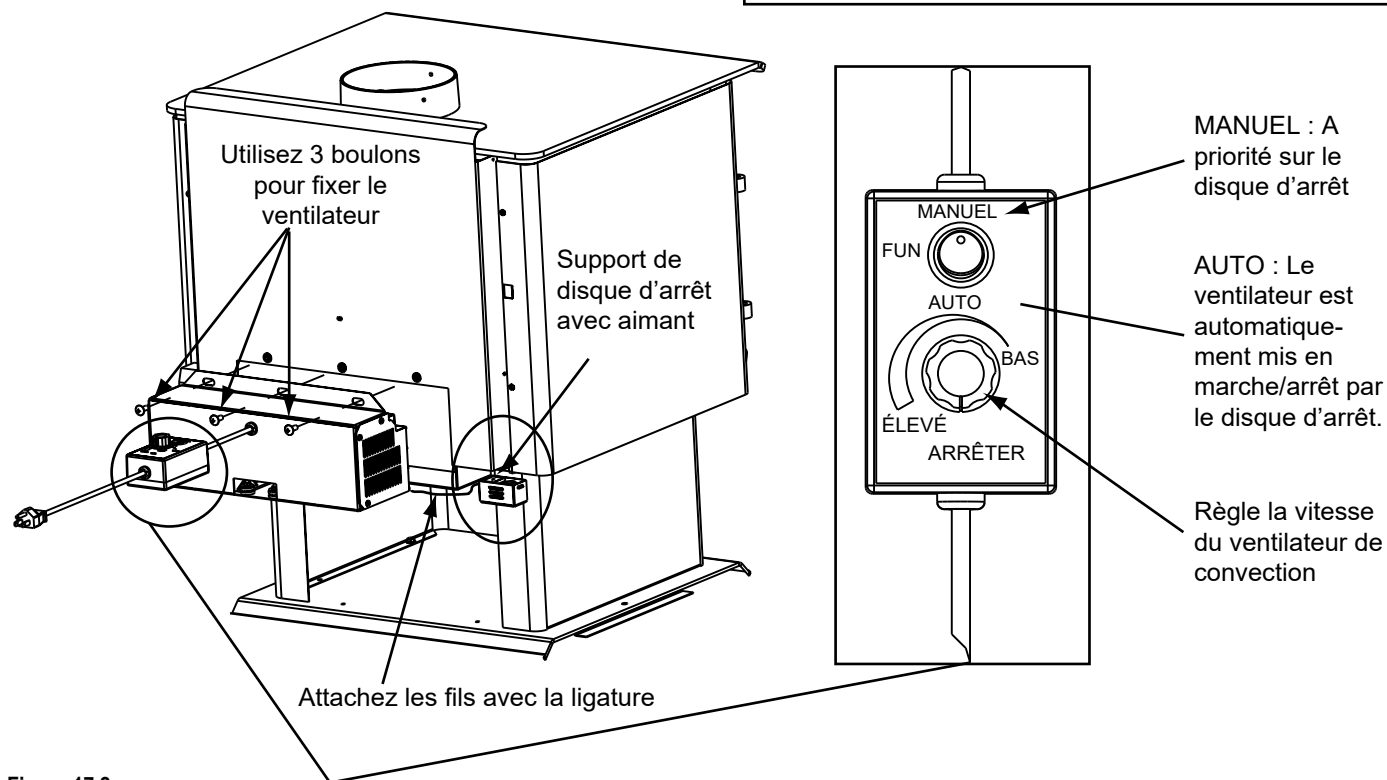

Figure 17.2
2. Alignez les trous de la bride de montage du ventilateur avec les trous sur l'appareil. Le ventilateur refoulant doit être placé sur le côté inférieur arrière du revêtement extérieur, comme illustré à la figure 17.2